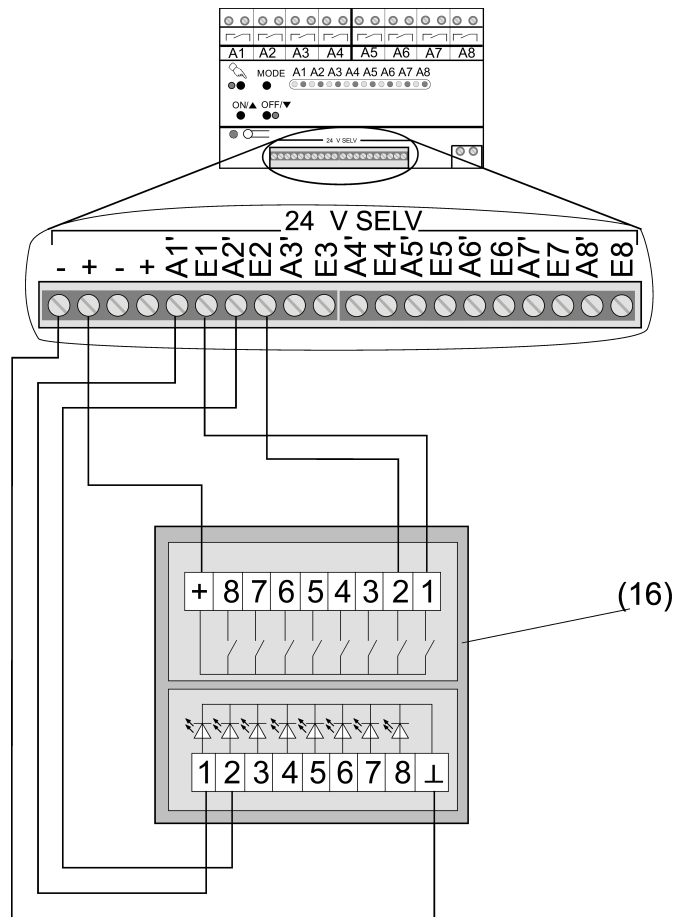

Bild 5: Anschlussbeispiel mit Tastsensor 24 V, Tassensor-Modul 24 V 4fach
- Anschluss gemäß Anschlussbeispiel (siehe Bild 5) vornehmen.